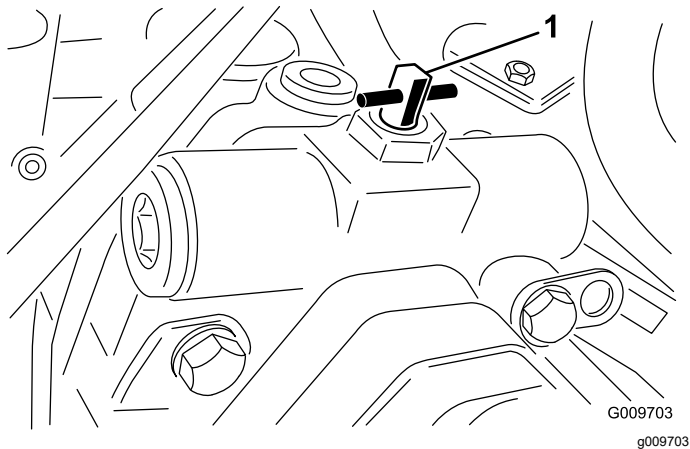

Bild 77
3. Drehen Sie das Sicherheitsventil um eine Vierteldrehung nach rechts oder links, um es zu öffnen und das Öl intern umzuleiten (Bild 77).
2. Drehen Sie das Sicherheitsventil um eine Vierteldrehung nach rechts oder links, um es zu öffnen und das Öl intern umzuleiten (Bild 77).